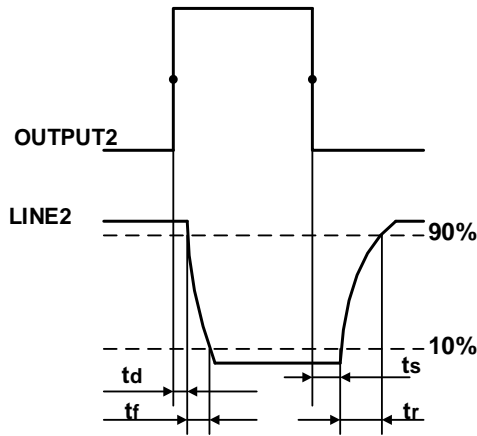

图 7-10 Line2 输出电路参数
- 上升沿延时= t_d+t_f : $<20\mu s$ ($0^{\circ}C\sim 45^{\circ}C$), 参数说明见图 7-10
- 下降沿延时= t_s+t_r : $<20\mu s$ ($0^{\circ}C\sim 45^{\circ}C$), 参数说明见图 7-10